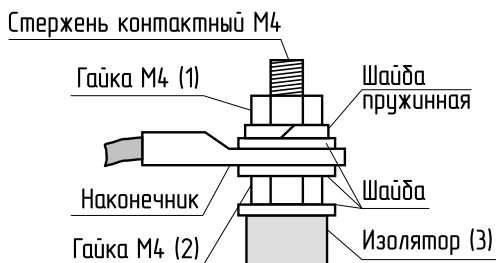

Рис.6 Присоединение проводов к выводам блок ТЭН
6.5. При замене блок ТЭН присоединение фазных проводов к выводам блок ТЭН производить согласно Рис.6. Сечение кабеля указано в табл.1 и 1.1.